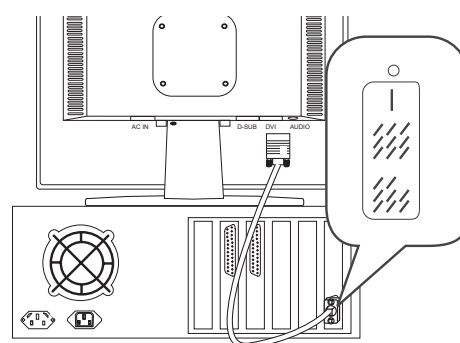

Figure 2b. Connexion via l'interface DVI-D
3. Si vous utilisez une carte graphique dotée d'un connecteur DVI-D numérique (connecteur à 24 broches), connectez une extrémité du câble DVI-D (non fourni) au moniteur (voir fig. 2b) et l'autre extrémité au PC.